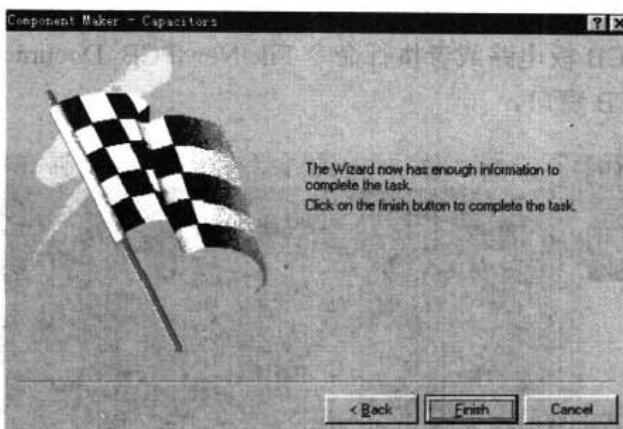

图 17-21 完成元件制作确认对话框
- (10) 单击 Next 按钮，出现设置完成确认对话框，如图 17-21 所示，单击 Finish 按钮，即完成新元件封装的制作。